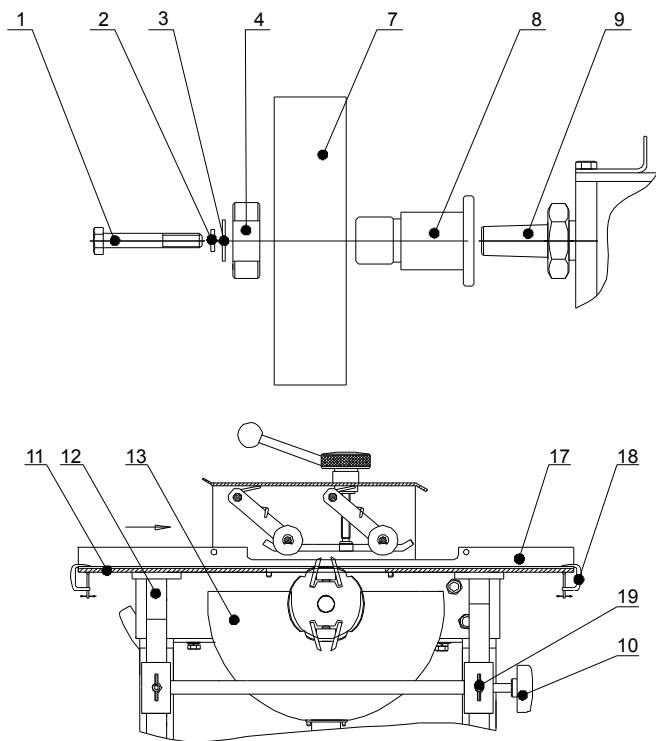

Рис. 3. Фрезерование дисковыми и фасонными фрезами
7.2. Фрезерование дисковыми и фасонными фрезами (рис. 3).